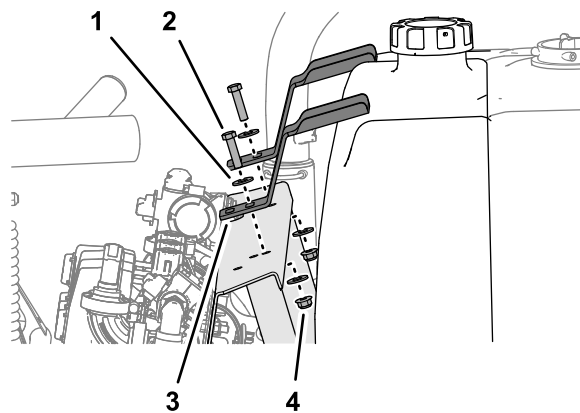

Bild 4
5. Entfernen Sie die zwei Schrauben, vier Scheiben und zwei Sicherungsbundmutter, mit denen die zwei Befestigungshalterungen für den Spülbehälter an der Ventilbefestigung befestigt sind, und nehmen Sie die Befestigungshalterungen ab (**Bild 4**).